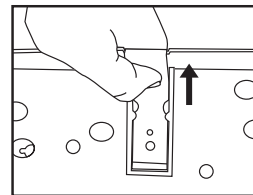

Fig. 9
10. While holding the spring down with one thumb use your other hand to slide the spring mechanism toward the side of the dispenser till it locks back in place. (Both thumbs are not shown for clarity but must be done together.) **(Fig. 9)**
10. Mantenga presionado el muelle con el pulgar y deslice el mecanismo del muelle hacia el costado de la distribuidora con la otra mano hasta que se acomode a presión en su lugar. (En este caso no aparecen ambos pulgares a fin de poder ilustrar claramente el paso, pero la acción debe efectuarse simultáneamente.) **(Fig. 9)**
10. Tout en maintenant le ressort vers le bas avec le pouce, utiliser l'autre main pour faire glisser le ressort du côté de la boîte distributrice jusqu'à ce qu'un déclic se fasse entendre. (Pour des raisons de clarté, les deux pouces ne sont pas illustrés mais ils doivent être utilisés tous les deux.) **(Fig. 9)**